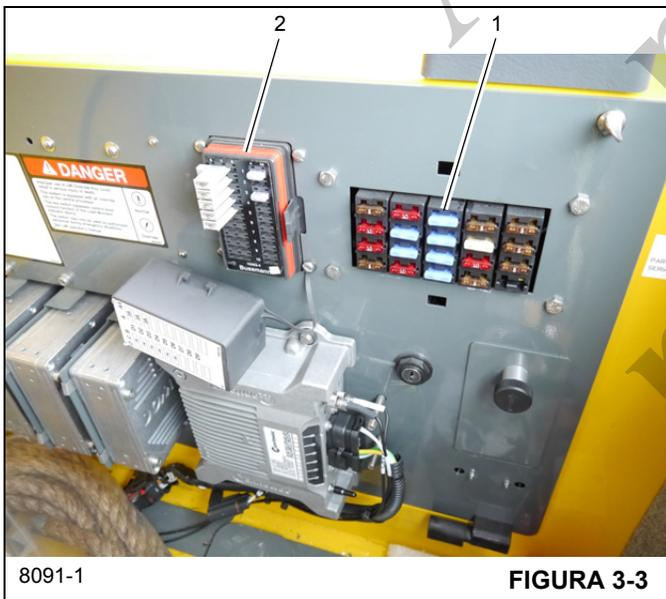
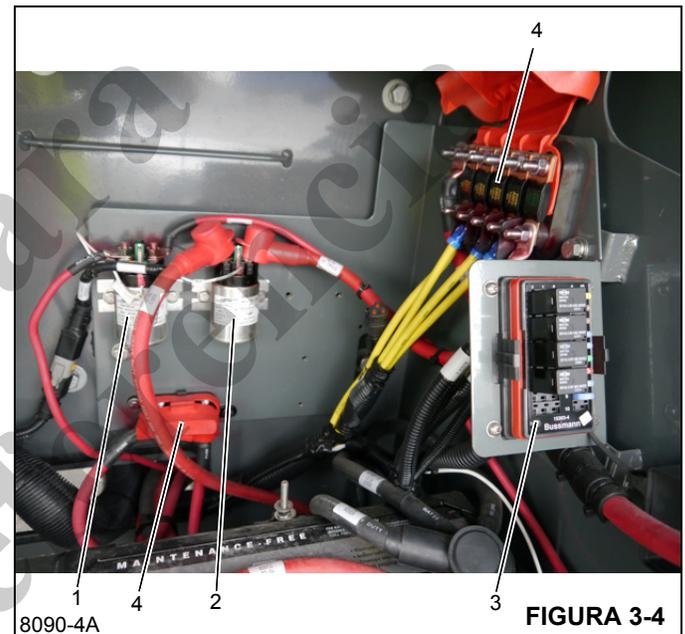

FIGURA 3-3
FIGURA 3-4
Os fusíveis estão localizados atrás do assento da cabine (Figura 3-3) e no painel de fusíveis (3) (Figura 3-4) na caixa da bateria.
Os relés estão localizados na parte traseira da caixa de baterias (Figura 3-4): Inclui relé de partida K-301 (1) e relé de aquecedor de grade K-302 (2).